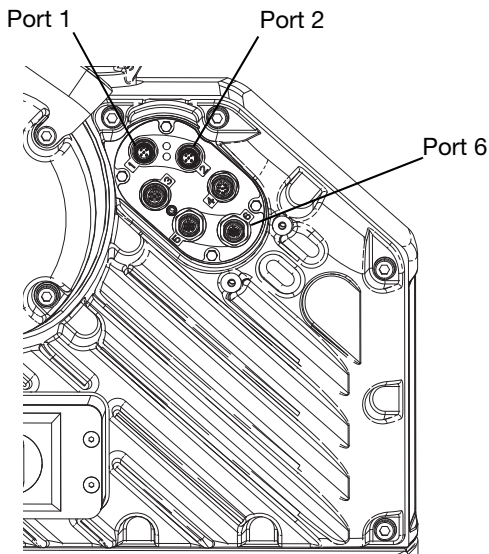

FIG. 25: Drivenhetsportar
6. Montera basen (S) i de hål du borrade med hjälp av de fyra 10-32 monteringskruvarna som ingår i satsen.
7. Sätt tillbaka CGM (R) på basen (S) med de två skruvarna (T) som avlägsnades i steg 5.
8. Sätt tillbaka åtkomstkåpan (U).
9. Anslut CAN-kabeln som ingår i satsen till antingen port 1 eller port 2 (beroende på vilket som finns) på drivenheten. Se **FIG. 25**.